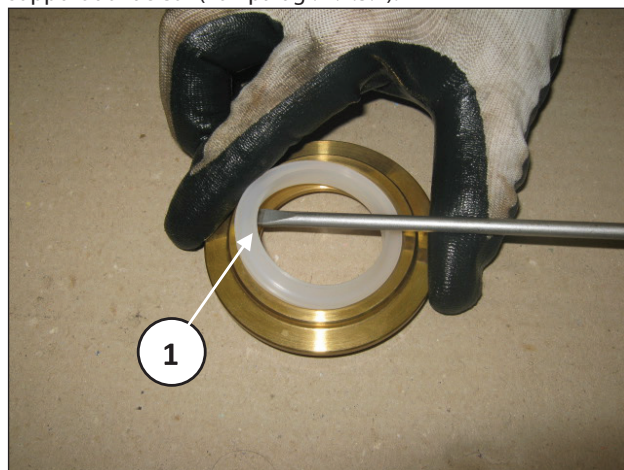

Fig. 124
Déposer maintenant le racleur en utilisant de simples outils comme indiqué rep. ①, Fig. 124, en prenant garde de ne pas détériorer le logement.